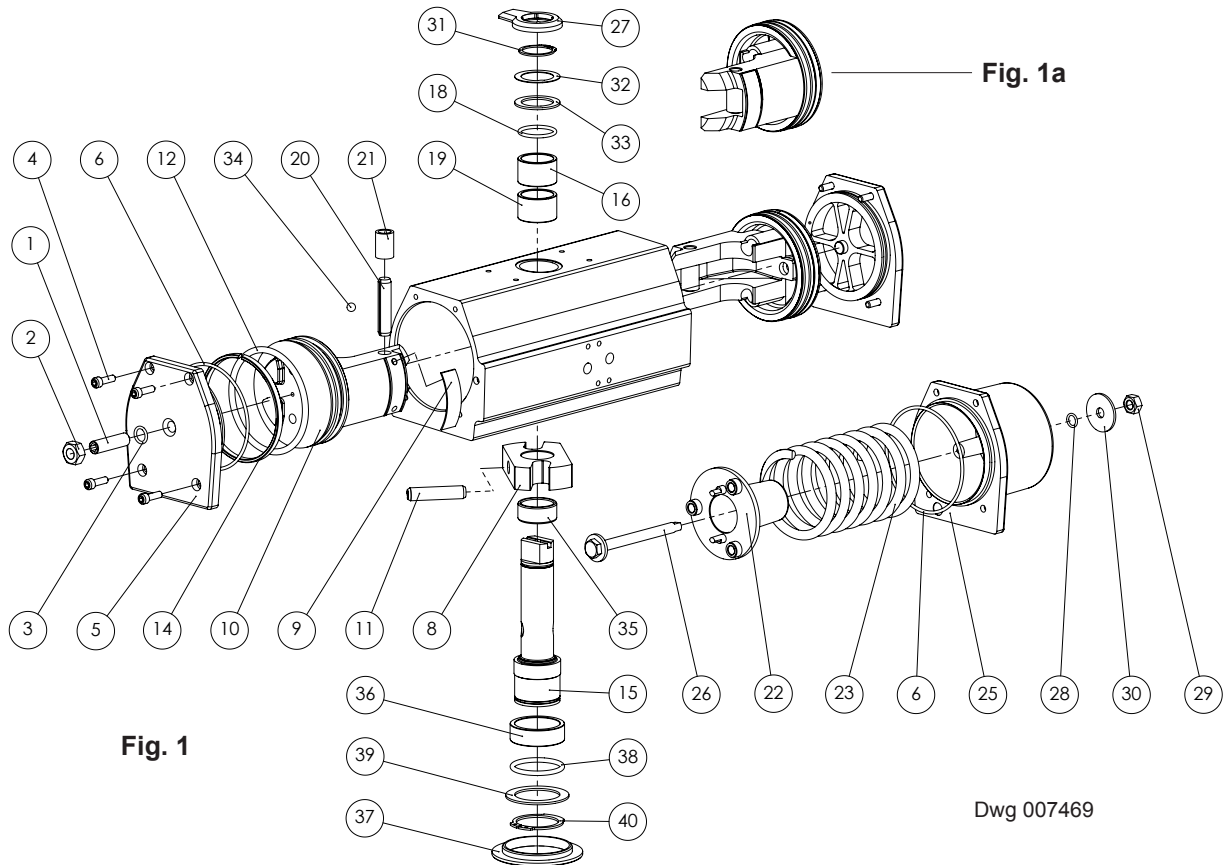

Fig. 1
Mechanizm jarzmowy w napędzie RC200 ma budowę nie symetryczną. Z tego powodu w zależności od tego jak tłoki są zamontowane, napęd może przyjmować różne funkcje. Tłoki montowane są zgodnie z Rys.1 lub Rys.1a w celu uzyskania następujących funkcji.
Zgodnie z Rys.1:
4. Zamontuj tłok zgodnie z Rys.1 na stronie 2.